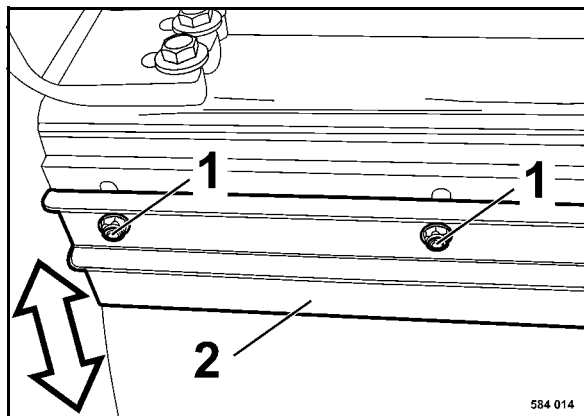

fig. 159
- Pour régler le racleur 2 (fig. 159), desserrer les vis de fixation (1) aux trous oblongs et pousser le racleur jusqu'en butée du bandage.